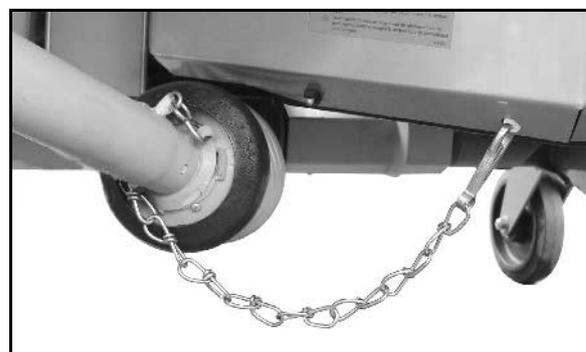

Fig. 47
13. Immobilisez la protection d'arbre à cardan en accrochant la chaîne à la machine (Fig. 47).